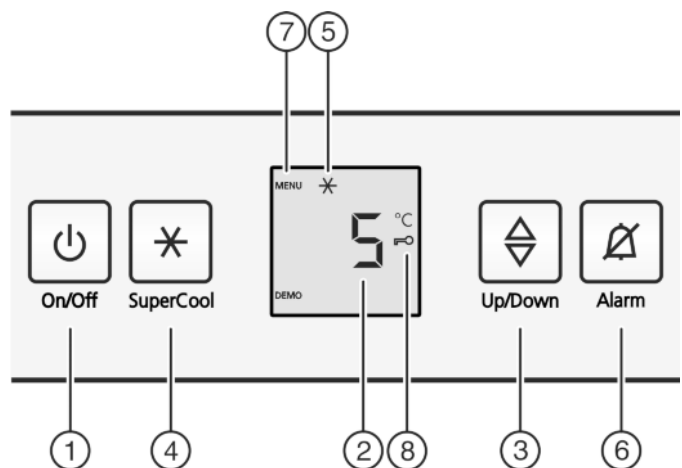

Fig. 2
- Appuyez sur la touche marche/arrêt Fig. 2 (1).
- ▶ Appuyer env. 5 secondes sur la touche SuperCool Fig. 2 (4).
- ▷ Le symbole Menu Fig. 2 (7) apparaît dans l'affichage.
- ▶ Confirmer brièvement avec la touche SuperCool Fig. 2 (4).
- ▷ Le symbole Sécurité enfants Fig. 2 (8) s'allume dans l'affichage.
- ▶ Appuyer brièvement sur la touche On/Off Fig. 2 (1).
- ▶ Appuyer sur la touche Alarme Fig. 2 (6).
- ▶ Appeler la fonction de température : appuyer sur la touche de réglage *Fig. 2 (3)*.
- ▶ Modifier la température par incrément de 1 °C : appuyer sur la touche de réglage *Fig. 2 (3)* jusqu'à ce que la température souhaitée apparaisse dans l'affichage de température.
- ▶ Appuyer brièvement sur la touche SuperCool *Fig. 2 (4)*.
- ▷ Le symbole SuperCool *Fig. 2 (5)* s'allume dans l'affichage.
- ▷ Le symbole SuperCool *Fig. 2 (5)* s'éteint dans l'affichage.